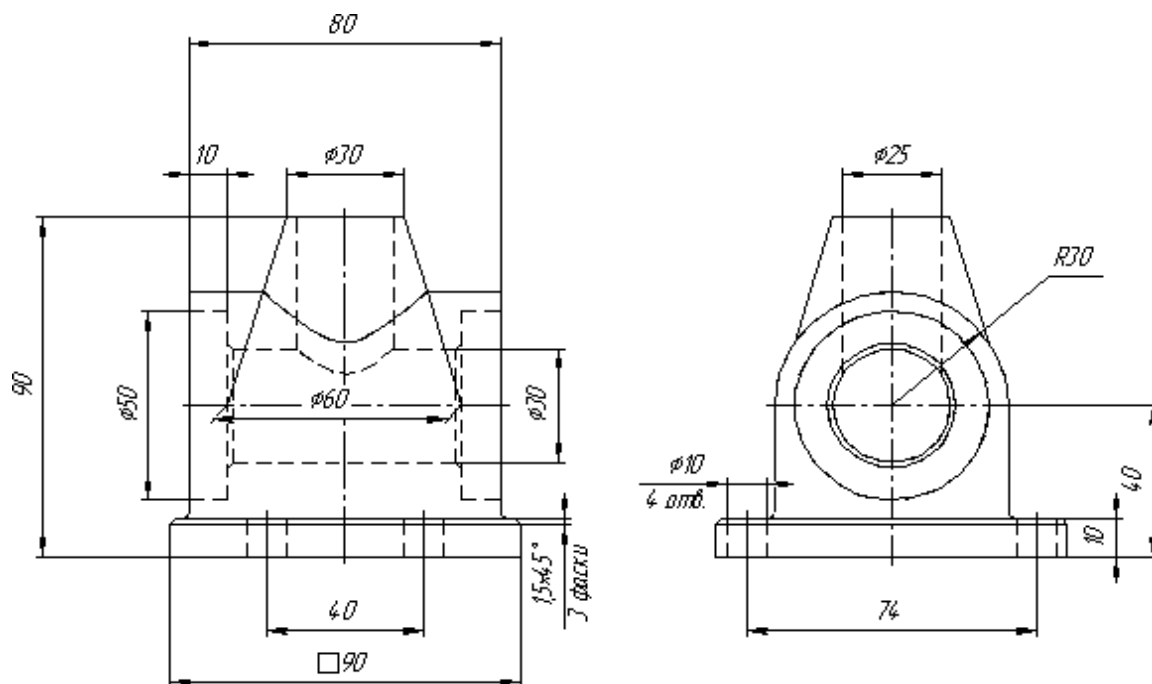

Рис. 7.25
Исходными данными для работы является чертеж корпусной детали (рис. 7.25). Как и в предыдущих практических работах, трехмерная модель может быть создана несколькими вариантами. Ниже приводится один из них.
- Используя команды трехмерного моделирования, в соответствии с исходными данными (рис. 7.25) создать модель основания, а затем выполнить в нем одно отверстие.